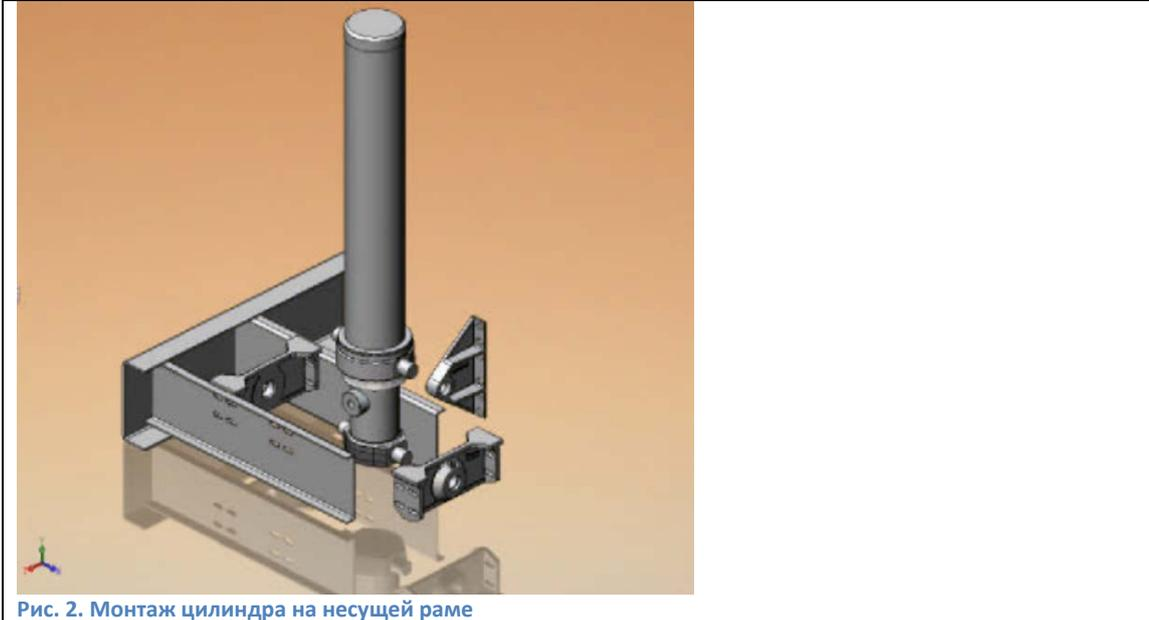

Рис. 2. Монтаж цилиндра на несущей раме
Монтаж и ориентация кронштейнов шасси – см. Рис. 2. Последовательность – см. данный раздел.
- Установите один из пальцев/выступов цилиндра в предварительно смонтированный кронштейн шасси (см. Рис. 2 или 10). Убедитесь, что впускное отверстие для масла направлено вправо, для подсоединения к гидросистеме.
- Закрепите второй кронштейн шасси и отцентрируйте цилиндр по центру шасси грузовика (см. Рис. 2 или 10). Обеспечьте минимальный зазор 3 мм между цилиндром и кронштейнами. Надежно затяните все болты (требуемый момент – см. Таблицу 1).